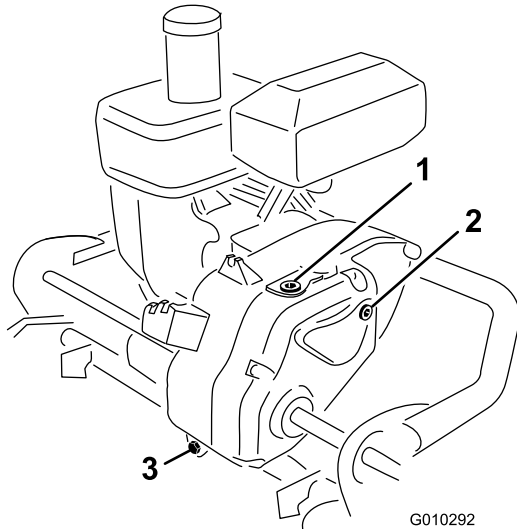

Figura 35
2. Togliete il tappo di spurgo dal retro della trasmissione (Figura 35).
3. Premete la stegola e inclinate indietro la macchina. Togliete il tappo di controllo dal lato destro della trasmissione (Figura 35).
6. Togliete il tappo di riempimento dal retro della trasmissione (Figura 35). Non rimuovete il tubo di sfiato.